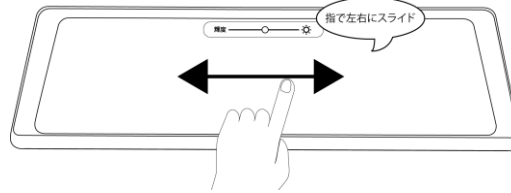

図 1 8
- ⑧録画アイコン : 常時録画中は、赤色に点滅し、イベント録画中は、黄色に点滅します。
- ⑨明るさ調整アイコン : 液晶モニターの『明るさ』設定を『手動』に設定している際は、液晶モニターを指で横にスライド操作することで画面の明るさを調整することができます (図 1 8 参照)。